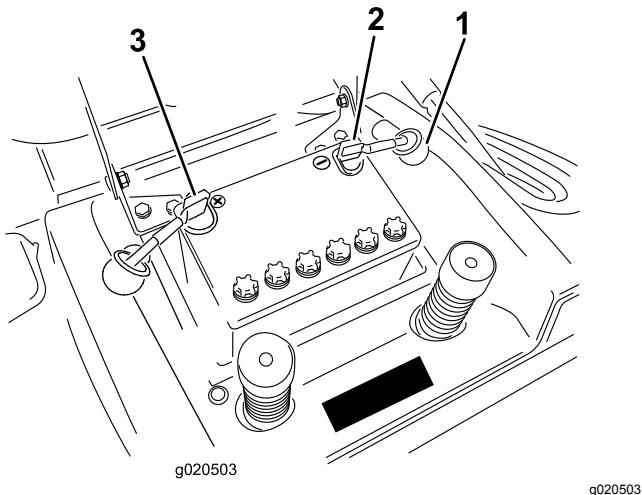

Figure 35
7. Débranchez le câble négatif (noir) de mise à la masse de la borne de la batterie (Figure 35).
9. Débranchez le câble positif (rouge) de la borne de la batterie (Figure 35).
1. Placez la batterie sur le châssis, en dirigeant les bornes vers l'arrière de la machine (Figure 35).
3. Connectez le câble positif (rouge) à la borne positive (+) de la batterie à l'aide du boulon et de l'écrou à oreilles (Figure 35). Glissez le capuchon en caoutchouc sur la borne de la batterie.
4. Connectez le câble négatif (noir) à la borne négative (-) de la batterie à l'aide du boulon et de l'écrou à oreilles (Figure 35). Glissez le capuchon en caoutchouc sur la borne de la batterie.